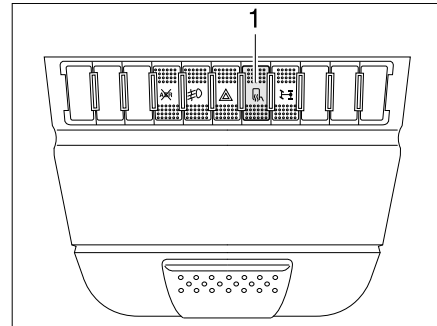

Bild 16 Schalter für Spiegelheizung
- Den Schalter (Bild 16,1) am Armaturenbrett drücken. Die Kontroll-Leuchte im Schalter zeigt den Betrieb an.